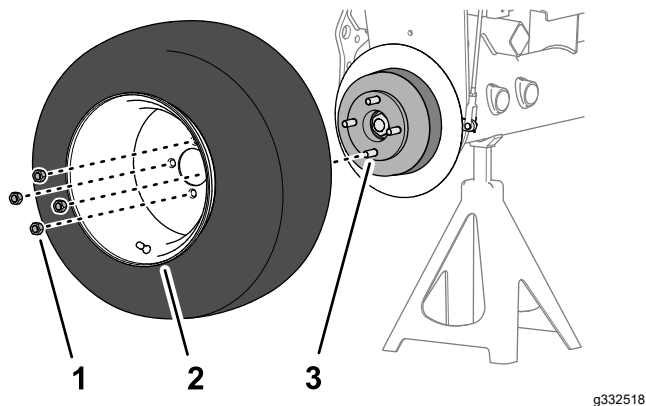

Figure 76
1. Fixez la roue sur le moyeu avec les 4 écrous de roue (Figure 76), et serrez les écrous à la main.